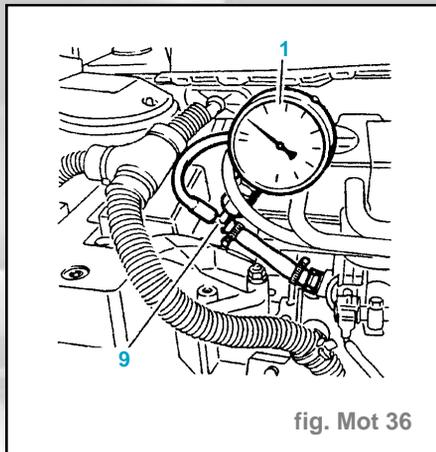

fig. Mot 36
- Raccorder le manomètre [1] à l'aide du raccord et du té [9] (fig. Mot. 36).